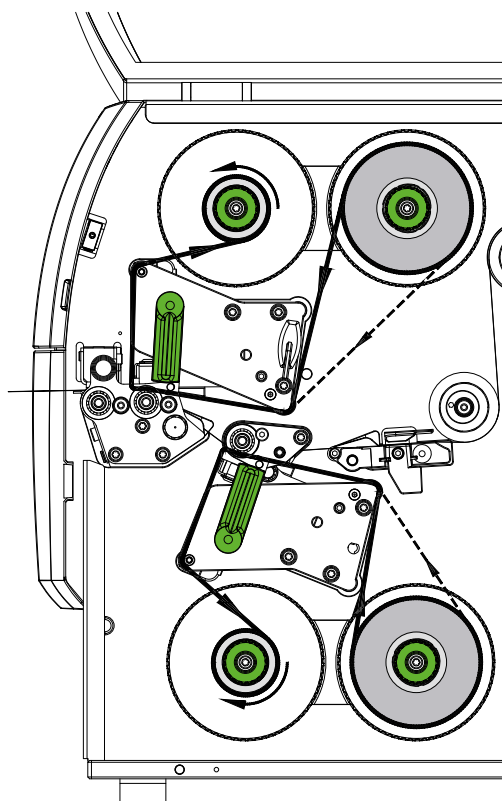

Figura 18 Scorrimento del nastro
6. Far scorrere l'anima adatta (4) sull'avvolgitore del nastro (5), posizzionarla e fissarla nello stesso modo del rotolo di nastro.
7. Far passare il nastro attraverso la meccanica di stampa come indicato in Figura 18. La linea continua si applica ai nastri con lato di rivestimento interno, quella tratteggiata ai nastri con lato di rivestimento esterno.
8. Fissare l'inizio del nastro all'anima (4) centralmente con una striscia di adesivo. Osservare il senso di rotazione antiorario dell'avvolgitore del nastro.
9. Ruotare l'avvolgitore (5) in senso antiorario per livellare lo scorrimento del nastro.
10. Ruotare la leva (6) in senso orario per bloccare la testina di stampa.
11. Aprire lo sportellino (8) e inserire il nastro in modo analogo nell'unità di stampa inferiore (7). Ad eccezione del senso di rotazione delle manopole, le indicazioni qui riportate si applicano in senso opposto all'unità di stampa superiore.